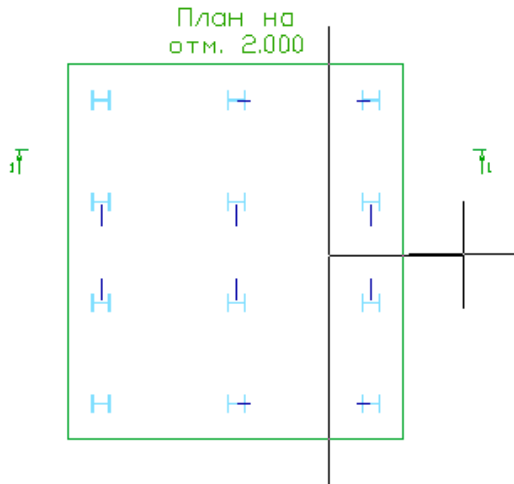

Рис.13.10. Задание секущей площади и глубины продольного разреза
- Затем укажите курсором секущую плоскость и глубину разреза как показано на рис.13.10.